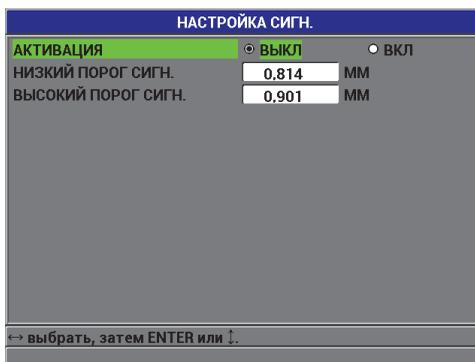

Рис. 5-6 Экран НАСТРОЙКА СИГНАЛИЗАЦИИ
3. В окне **НАСТРОЙКА СИГН.** (см. Рис. 5-6 на стр. 107):